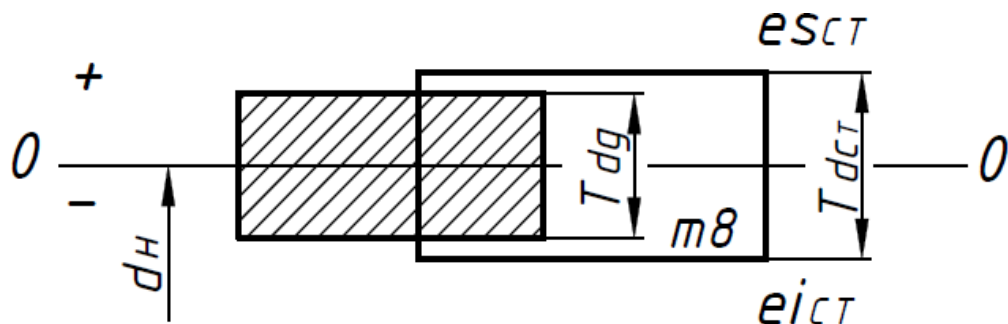

Рисунок 2 - Схема расположения полей допусков (действительного и стандартного) вала
6. На схему расположения полей допуска нанести нормированные по стандарту величины предельных отклонений и обозначить стандартное поле допуска (рис. 2).